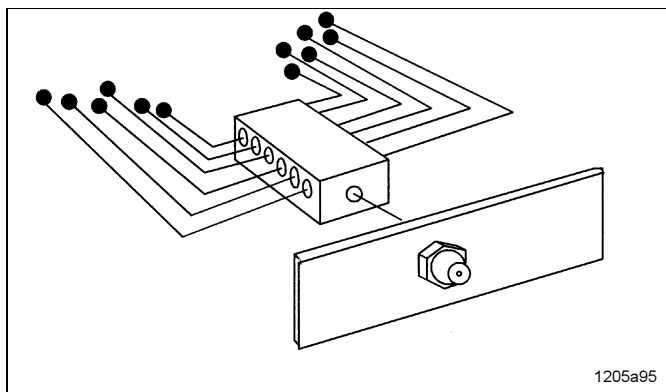

Abb. 12 Zentraler Schmierpunkt
- Quicklub - Progressiv - Verteiler bieten die Möglichkeit, mehrere Schmierstellen an einer Maschine auf einen oder auf mehrere zentrale Abschmierpunkte zu reduzieren (wie hier in Abb. 12 als Grundkonzept dargestellt).